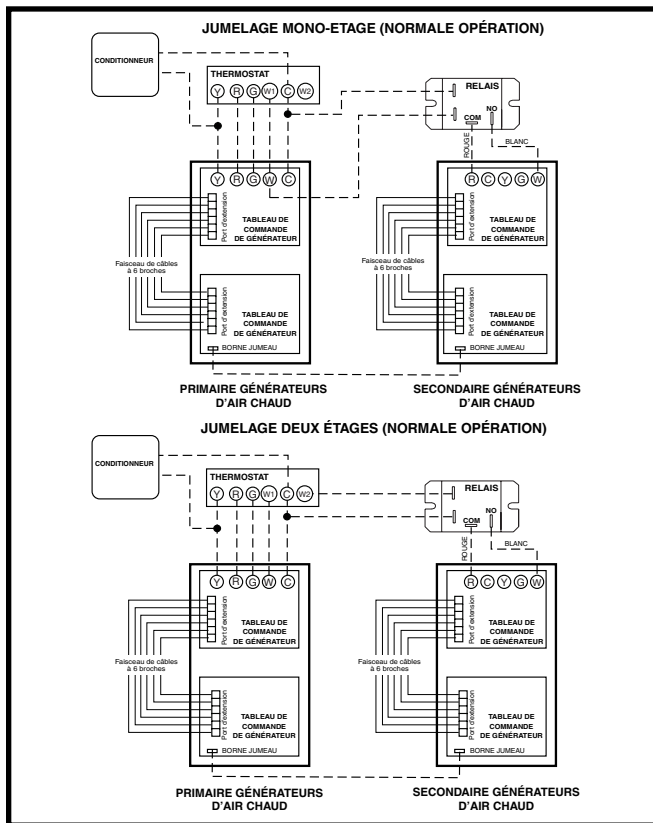

Figure 28. Jumelage mono-étage
- Le thermostat doit être installé conformément aux directives fournies par le fabricant du thermostat. Les branchements basse tension (24 V c.a.) du thermostat sont raccordés à la plaque à bornes intégrée dans le générateur d'air chaud. La Figure 28 illustre les raccordements appropriés pour les applications de chauffage seulement (deux fils) et les applications de chauffage et de refroidissement (quatre fils). Le calibre de fil minimal recommandé pour le câblage du thermostat est indiqué dans le Tableau 5 (page 24).
Générateurs d'air chaud mono-étage sont équipés avec le souffleurs à vitesse fixe; donc la borne jumelle sur les tableaux de commande de souffleur (Figure 28) peut être utilisée pour jumeler les générateurs d'air chaud mono. Le système de jumelage nécessite un relais (P / N 624843) dans le four secondaire pour un jumelage approprié :
- Pour le jumelage de générateurs d'air chaud mono-étage munis de souffleurs iSEER™ à vitesse fixe, consulter la Figure 28 (page 26) et les directives suivantes :
Pour le jumelage de générateurs d'air chaud mono-étage munis avec souffleurs à vitesse fixe, consulter la Figure 28 et les directives suivantes
- ✓ Vérifier le réglage du cavalier (pour la vitesse du ventilateur) sur le tableau de commande. Pour sélectionner la vitesse du ventilateur, consulter la Figure 28 et régler le cavalier sur le tableau de commande.
Les ordres de fonctionnement des modes de chauffage, de refroidissement et de ventilation sont décrits ci-dessous. Vérifier les schémas de câblage d'excitation et de câblage du générateur d'air chaud : Figure 26 \(page 25\), Figure 28 \(page 26\), Figure 32 \(page 32\) et Figure 33 \(page 33\).